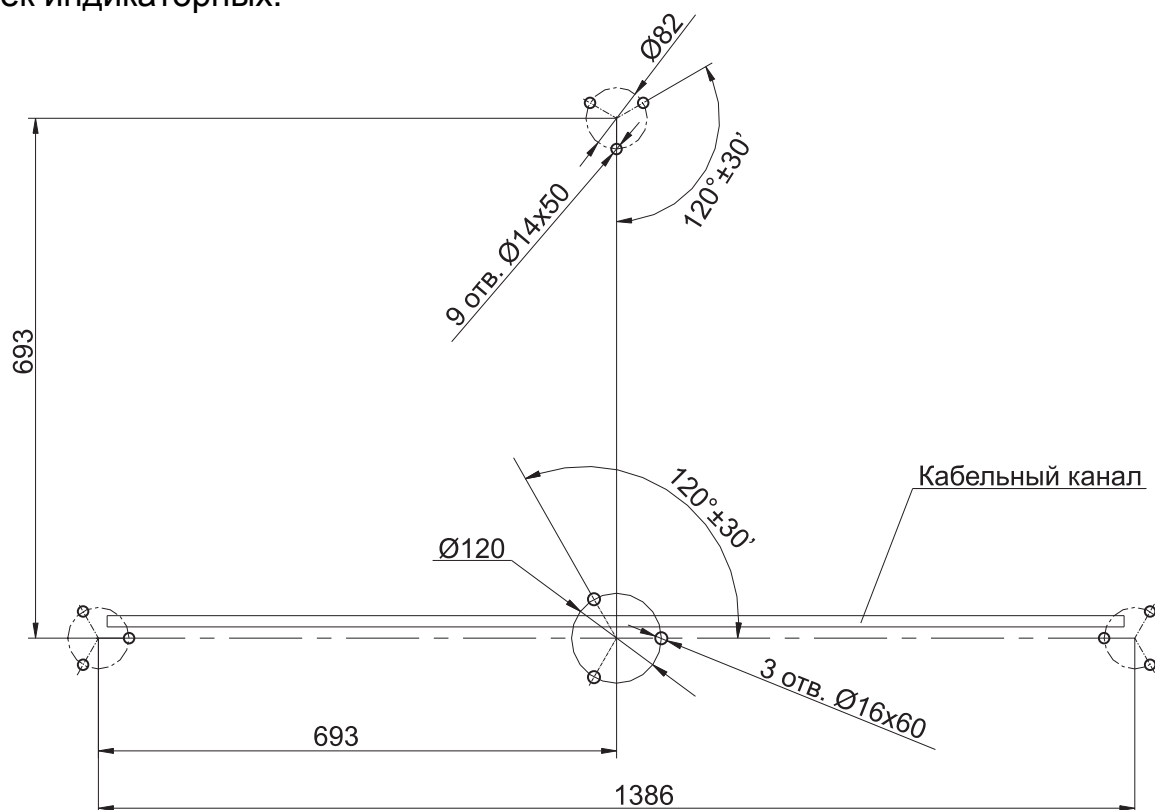

Рис. 3. Разметка для установки стоек формирователя прохода
- Разметку установочных отверстий следует производить в соответствии с рис.3.
7.3.4. Выполните на полу разметку под стойки формирователя прохода в соответствии с рис. 3.